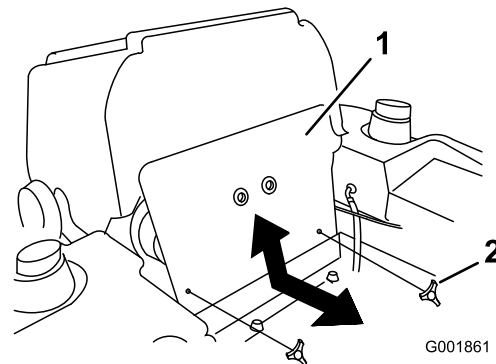

Figure 46
1. Basculez le siège en avant et déposez le panneau avant du moteur (Figure 46).